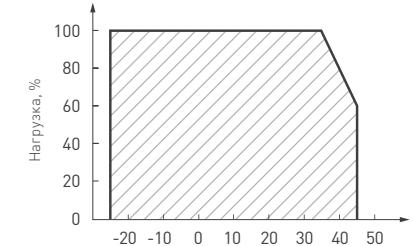

Рис. 3. Максимальная допустимая нагрузка, % от мощности источника
- 4.3. Не нагружайте источник питания более чем на 80% от его максимальной мощности. Учитывайте, что с повышением температуры окружающей среды максимальная мощность источника питания снижается, см. график зависимости на рис. 3.